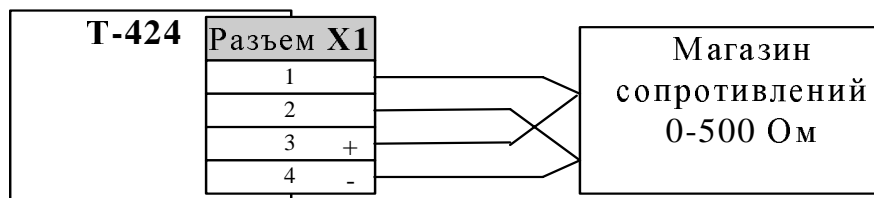

Рис. 5.3.
5.5.8.1 Подключить прибор согласно схеме рис. 5.3.